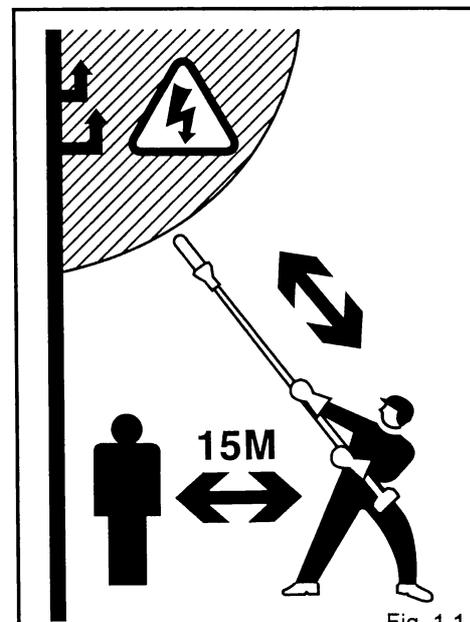

Fig. 1-1
- Review the area to be trimmed. Look for hazards that could contribute to unsafe conditions. DO NOT operate unit if any wires (power, telephone, cable, etc.) are closer than 15M (50ft.) to any part of the operator or unit. (Fig.1-1)
- Observer bien l'endroit à émonder. Envisager les risques qui pourraient aboutir à des conditions dangereuses. NE PAS faire fonctionner l'appareil au cas où n'importe quels fils (d'énergie électrique, téléphoniques, de câbles, etc.) se trouvent plus proches de 15 mètres (de 50 pieds) de n'importe quelle partie du manœuvre spécialisé ou de l'appareil. (Fig.1-1)
- Man soll die Gegend vor dem Ausästen überschauen. Suchen Sie nach der Gefahr, die unsichere Umstände verursachen könnte. Betätigen Sie das Gerät nicht, wenn irgendeine (Kraftversorgungs-, fernmündliche, Kabelüberführungs-, usw.) Drähte sich näher als 15 Meter (50 Fuss) von irgendwelchem Teil des Maschinenwärters oder des Gerätes befinden. (Fig.1-1)
- Esaminare bene il luogo da potare. Considerare i rischi che potrebbero causare condizioni pericolose. NON far funzionare il dispositivo se alcuni fili (di corrente, telefonici, di cavo, etc.) si trovano più vicini di 15 metri (di 50 piedi) a qualche parte dell'operatore della macchina o del dispositivo. (Fig.1-1)
más cerca de 15 metros (de 50 pies) de cualquier parte del operario o del aparato. (Fig.1-1)
- Besiktiga det område som skall trimmas. Leta reda på faror som kan bidra till farliga förhållanden. ANVÄND INTE enheten om det finns ledningar (elledningar, telefonledningar, kablar, etc.) på närmare avstånd än 15 meter till någon del av enheten eller Dig själv. (Fig.1-1)